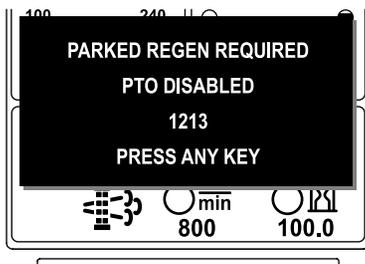

Figure 48
- Si vous n'exécutez pas de régénération en stationnement dans un délai de 2 heures, l'InfoCenter affiche ADVISORY #1213 (avis n° 189) s'affiche pour demander une régénération en stationnement – prise de force désactivée (Figure 48).